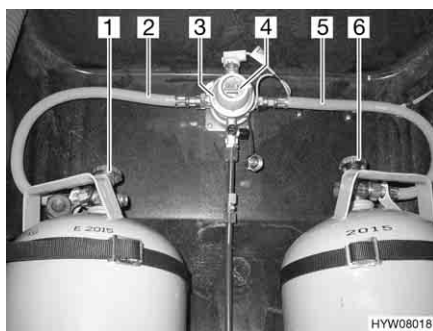
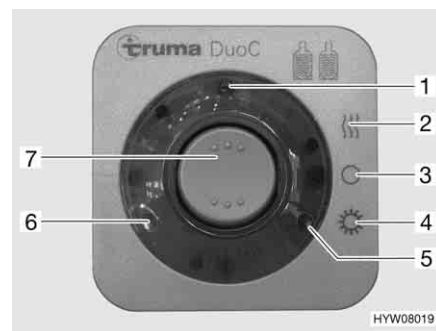

Fig. 87 Impianto di commutazione DuoControl
Fig. 88 Centralina di controllo
L'impianto di commutazione DuoControl è costituito da una valvola di commutazione (Fig. 87,3) e da una centralina di controllo (Fig. 88). La valvola di commutazione è installata tra i tubi del gas (Fig. 87,2 e 5). Con la manopola (Fig. 87,4) sulla valvola di commutazione è possibile stabilire, quale delle bombole del gas viene utilizzata come bombola in uso e quale bombola del gas viene utilizzata come bombola di riserva.
Sulla centralina di controllo (Fig. 88) possono venire azionate solo le funzioni elettriche. Le valvole principali di arresto delle bombole del gas (Fig. 87,1 e 6) devono essere aperti manualmente.
La valvola di commutazione garantisce una pressione del gas costante, indipendentemente da quale bombola provenga l'alimentazione del gas. Le due spie di controllo sulla centralina di controllo indicano il livello di riempimento della bombola in uso. Se è accesa la spia di controllo verde (Fig. 88,6), la bombola in uso è piena. Se è accesa la spia di controllo rossa (Fig. 88,5), la bombola in uso è vuota. Il rifornimento di gas avviene poi tramite la bombola di riserva.
- Aprire le valvole principali di arresto delle bombole del gas (Fig. 87,1 e 6).
- Con la manopola (Fig. 87,4) sulla valvola di commutazione (Fig. 87,3) selezionare la bombola del gas, da cui proviene la principale alimentazione del gas (bombola in uso).
- Sulla centralina di controllo (Fig. 88) attivare l'impianto di commutazione DuoControl.
Posizionare l'interruttore a bilico (Fig. 88,7) su funzionamento invernale "On e riscaldamento" (Fig. 88,2) oppure su funzionamento estivo "On" (Fig. 88,4). La valvola di commutazione è ora disareata. La spia di controllo gialla (Fig. 88,1) è accesa, se si seleziona la modalità di funzionamento invernale e l'impianto antighiaccio con regolatore è attivato.
- Portare l'interruttore a bilico (Fig. 88,7) in posizione "O" (Fig. 88,3). La spia gialla di controllo (Fig. 88,1) si spegne.
- Chiudere le valvole principali di arresto delle bombole del gas (Fig. 87,1 e 6).
Le spie di controllo sulla centralina di controllo (Fig. 88,5 e 6) segnalano all'interno del veicolo, se la bombola in uso è pronta al funzionamento.
Se la spia di controllo verde (Fig. 88,6) si spegne durante il funzionamento e la spia di controllo rossa (Fig. 88,5) si accende, significa che la bombola del gas selezionata come bombola in uso è vuota e deve essere sostituita. La bombola di riserva continua ad alimentare le utenze a gas.